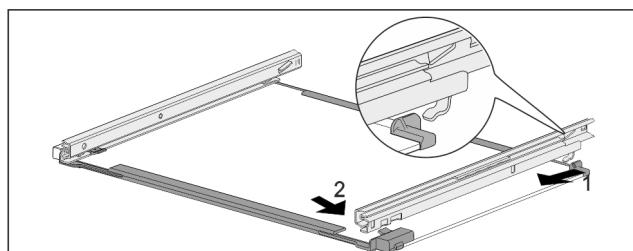

Fig. 59 Стеклянная пластина с направляющими
- Зацепите направляющую сзади. Fig. 59 (1)
- Зашелкните направляющую спереди. Fig. 59 (2)